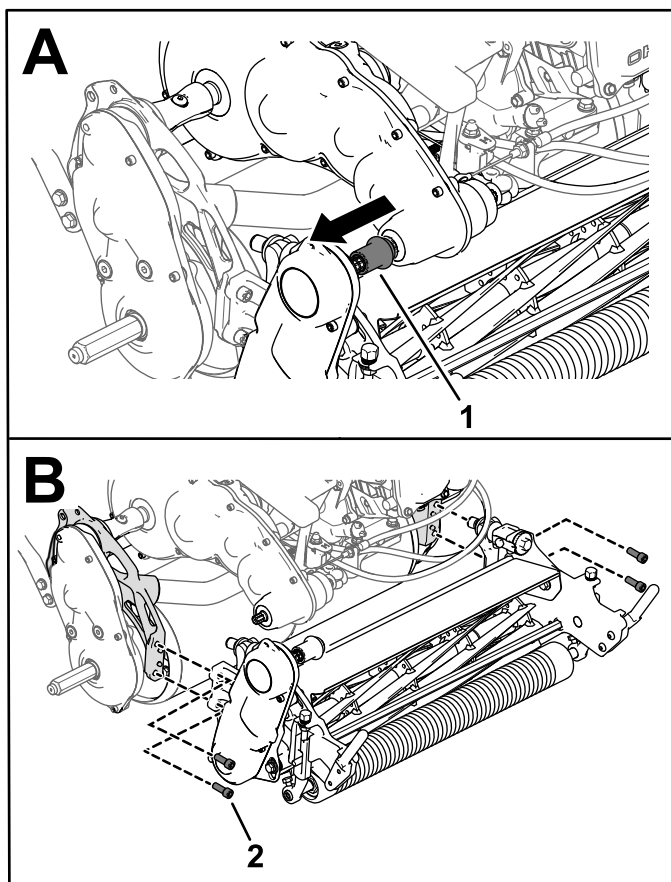

Figura 50
3. Eliberați elementul de cuplaj de acionare pentru unitatea de tăiere de la arborele de transmisie (Figura 50).
4. Scoateți uruburile cu cap imbus care fixează unitatea de tăiere pe cadru (Figura 50).